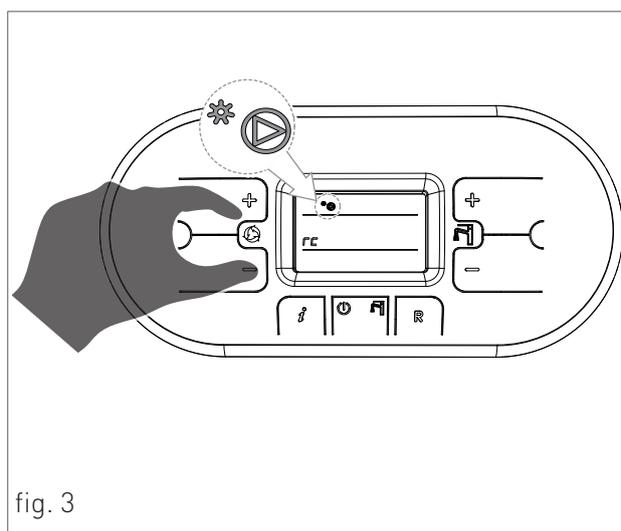

fig. 3
- › Impostare il setpoint della temperatura di ritorno premendo i tasti **+** e **-** (fig. 3). L'attivazione del circolatore è visualizzata nel display del pannello comandi con la comparsa del simbolo circolatore .